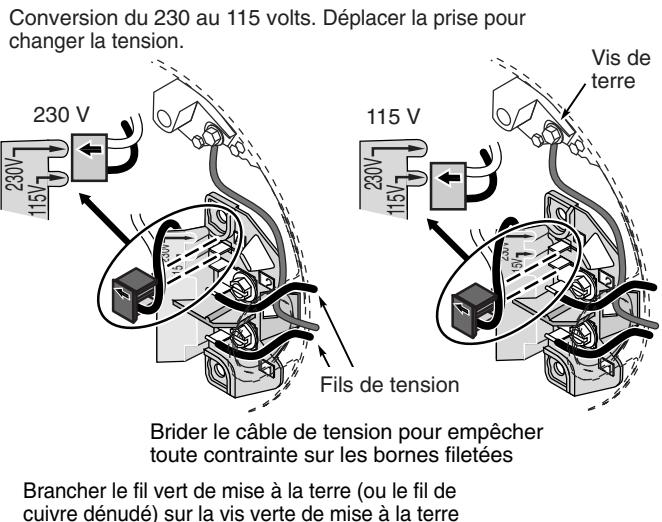

Figure 5 : Connexions du câblage électrique d'un moteur à cosse enfichable.
## Conversion au 115 volts d'un moteur à cosse enfichable câblé pour fonctionner sur le 230 volts (se reporter aux Figures 5 et 6).
3. Brancher tout d'abord le fil de mise à la terre vert (ou un fil de cuivre nu) sur la vis de mise à la terre verte. (Se reporter aux Figures 5 et 6.) Utiliser un fil de cuivre massif dont le diamètre sera au moins aussi gros que celui des fils d'alimentation en courant.
4. Tirer bien droit sur la fiche pour la débrancher de la douille « 230 volts » de la plaquette à bornes. (Se reporter aux Figures 5 et 6.)
1. Brancher tout d'abord le fil de mise à la terre du circuit électrique, puis le fil de mise à la terre du moteur sur la borne de mise à la terre verte qui se trouve sous le couvercle du moteur (se reporter à la Figure 5) et identifiée par les lettres « GRD ». Procéder à la mise à la terre sur cette borne. **Ne pas** brancher le moteur sur le courant électrique tant que la pompe n'a pas été mise en permanence à la terre, sinon on risque de subir de graves secousses électriques, voire d'être mortellement électrocuté.